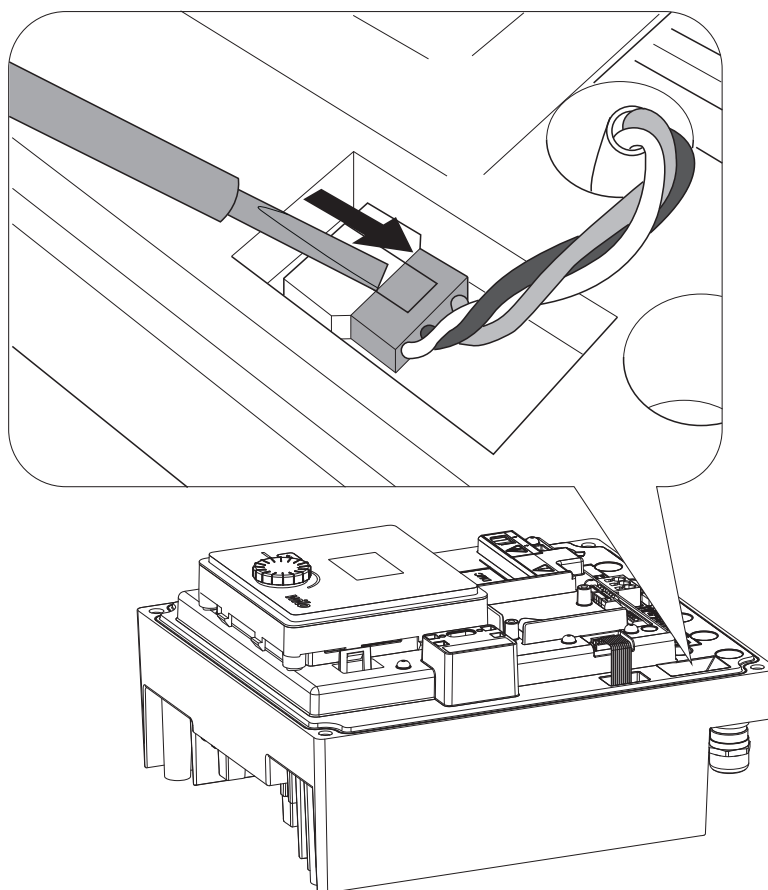

Fig. 46: A modulventilátor csatlakozókábelének megglazítása
- Húzza le a modulventilátor csatlakozókábelét. (Fig. 46).